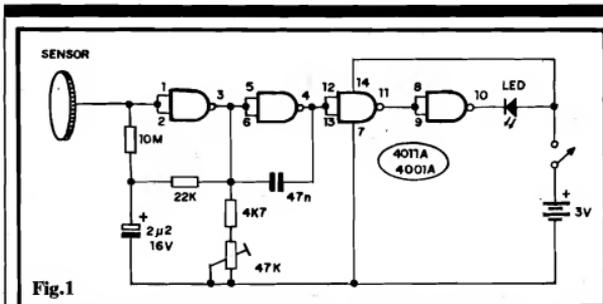

Fig.1
- FIG. 1 - O CIRCUITO - Os gates dos Integrados C.MOS digitais, notadamente os das séries mais "antigas" (sufixo "A" logo após o código numérico básico...) mostram, pela sua própria estrutura interna, baseada em transistores de efeito de campo a óxido metálico, entradas de elevadíssima impedância (centenas de Megohms, ou mais...) e - portanto - extremamente sensíveis mesmo a Tensões mínimas, como as geradas pela indução de campos eletro-magnéticos sobre superfícies metálicas neles "mergulhadas"... É justamente dessa característica dos C.MOS, que nos valem no circuito do STEPP: notem que o circuito poderá ser implementado tanto como um 4011 quanto como um 4001, desde que tenham uma letra "A" (ou "AE"...!) após o código numérico do componente... Integrados com sufixo "B" logo após o "número" 4001 ou 4011 não desempenharão bem as